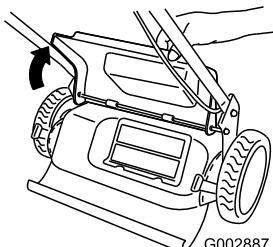

Figura 21
1. Levante y sujetete la puerta trasera (Figura 21).